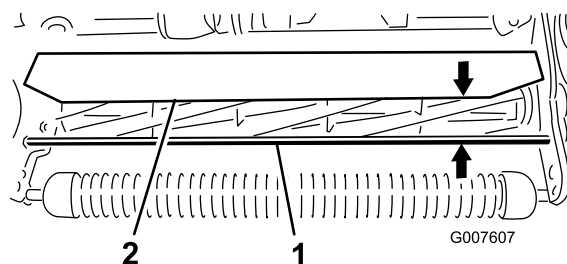

図 45
1. 前サポート・ロッドの上面からシールドの前リップまでの距離をカッティングユニットの両端で測定する（図 45）。